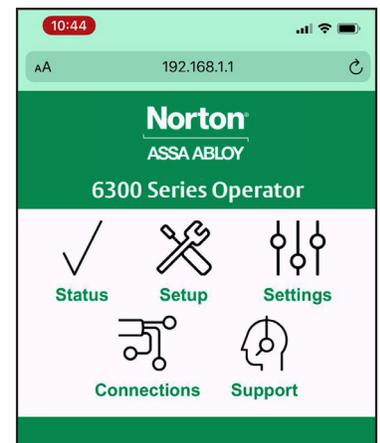

Figure 14
5. La page d'accueil de l'opérateur de la Série 6300 indique que la connexion a été établie avec succès. (Figure 14)